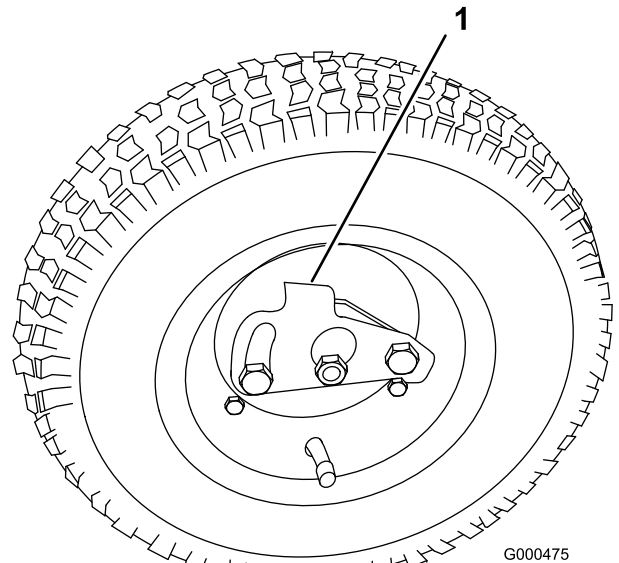

Figure 14
2. Faites pivoter le clip de verrouillage vers le centre de la roue et faites coulisser la roue sur l'arbre hexagonal (Figure 14).